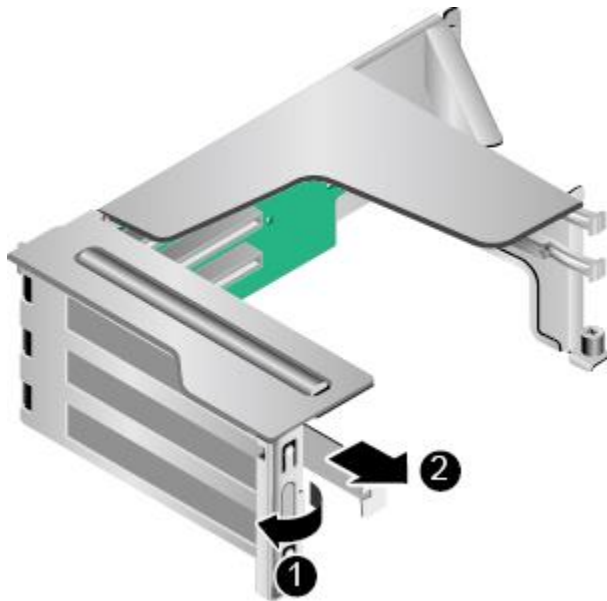

图 5-9 拆卸 PCIe 空闲挡板
8. 拆卸 Riser 卡上的 PCIe 空闲挡板，如图 5-9 中①、②所示。